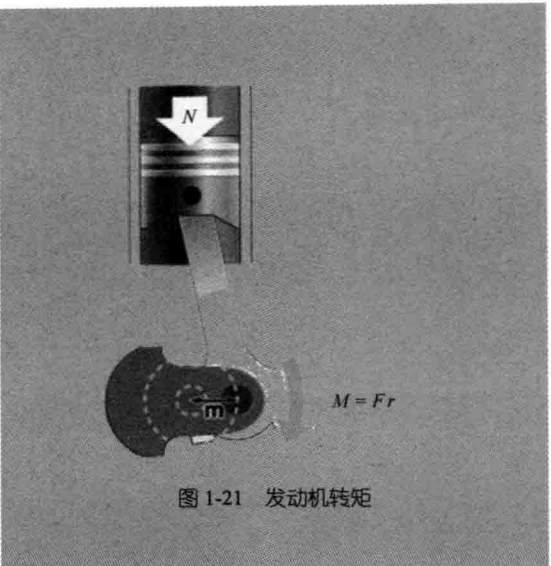

图 1-21 发动机转矩
(4) 发动机转矩 发动机转矩是发动机曲轴输出力和力臂的乘积 (图 1-21), 单位是 $N \cdot m$ 。